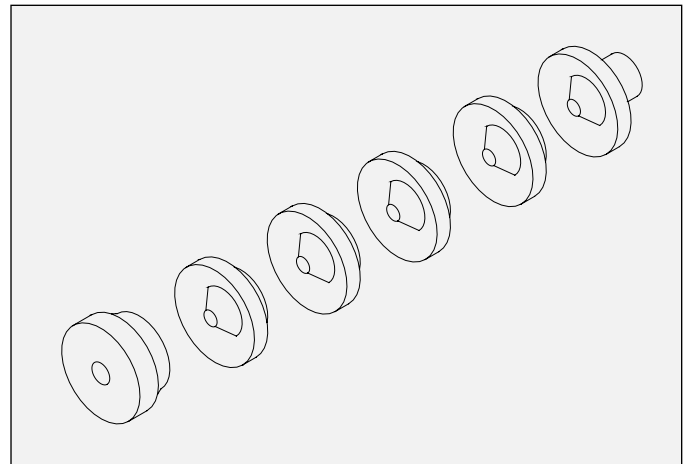

图 15:V形密封组件
5. 从轴上拧下针/电极,并滑动外螺纹 V 形接头、V 形密封件和内螺纹 V 形接头,使其从轴上脱落(请参见图 15)。
(请参见图 15、16、17、18 和 19)